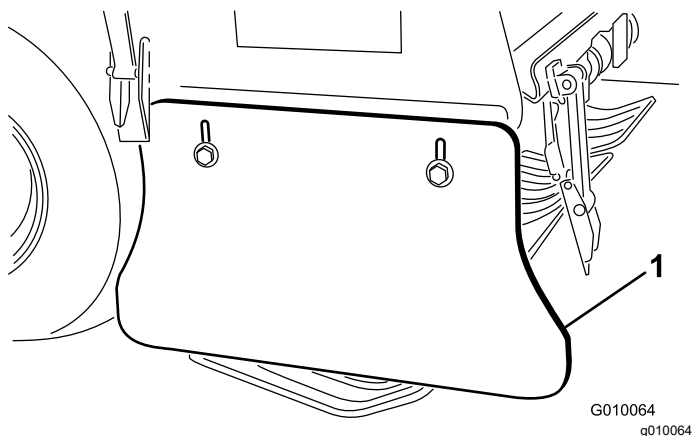

Figure 183
2. Desserrez les vis et les contre-écrous à embase qui fixent le déflecteur latéral au cadre de la tête d'aération (Figure 183).